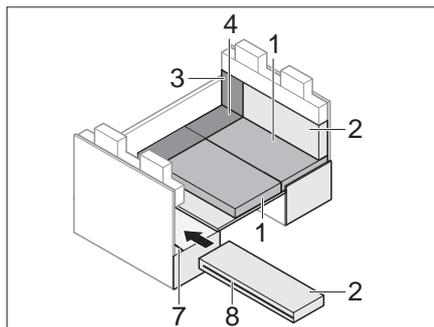

Bild 155 Wahrend des Umbaus
- Reißverschluss (Bild 155,8) am Ruckenpolster offnen.
- Schlitz im Ruckenpolster uber ISOFIX-Traverse (Bild 155,7) stecken.